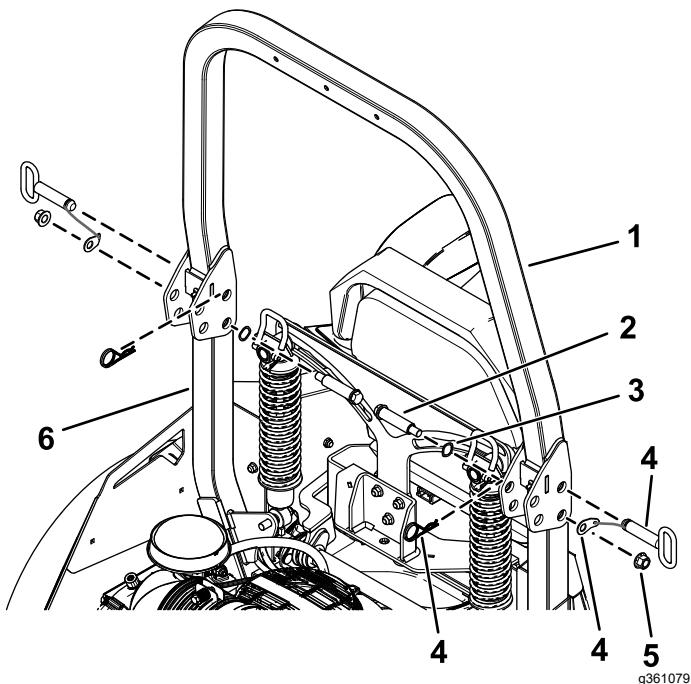

Figure 5
- Fixez les parties inférieures sur la partie supérieure de l'arceau de sécurité à l'aide de 2 boulons à épaulement, 2 rondelles élastiques, 2 contre-écrous ($\frac{1}{2}$ "), et l'ensemble axe d'articulation (Figure 5).